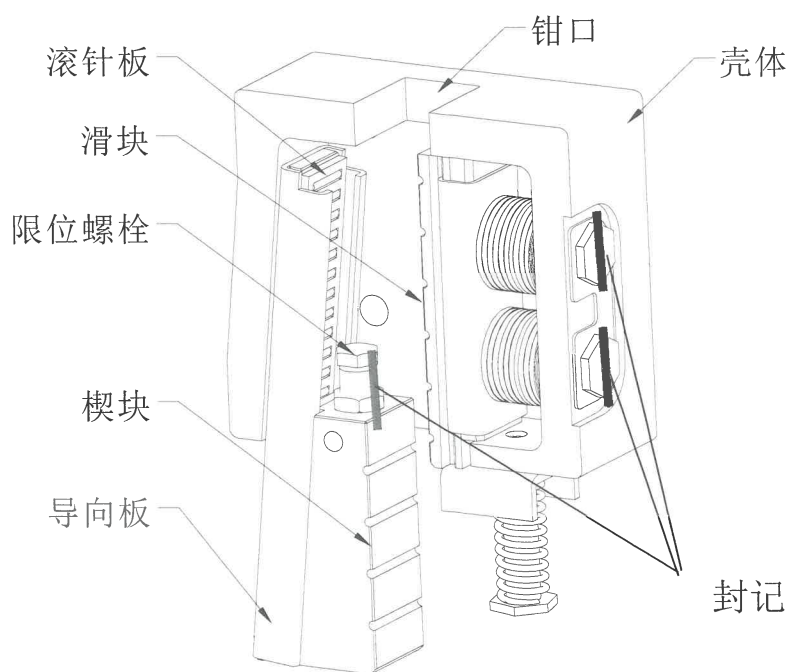

图 1
1.1. 结构示意图(图 1)
2.1.2. 安全钳封记处完好(图 1)。
3.3.3.运动部件(楔块、滚针板、滑块)加润滑油，油品同 1.2.3(图 1)。